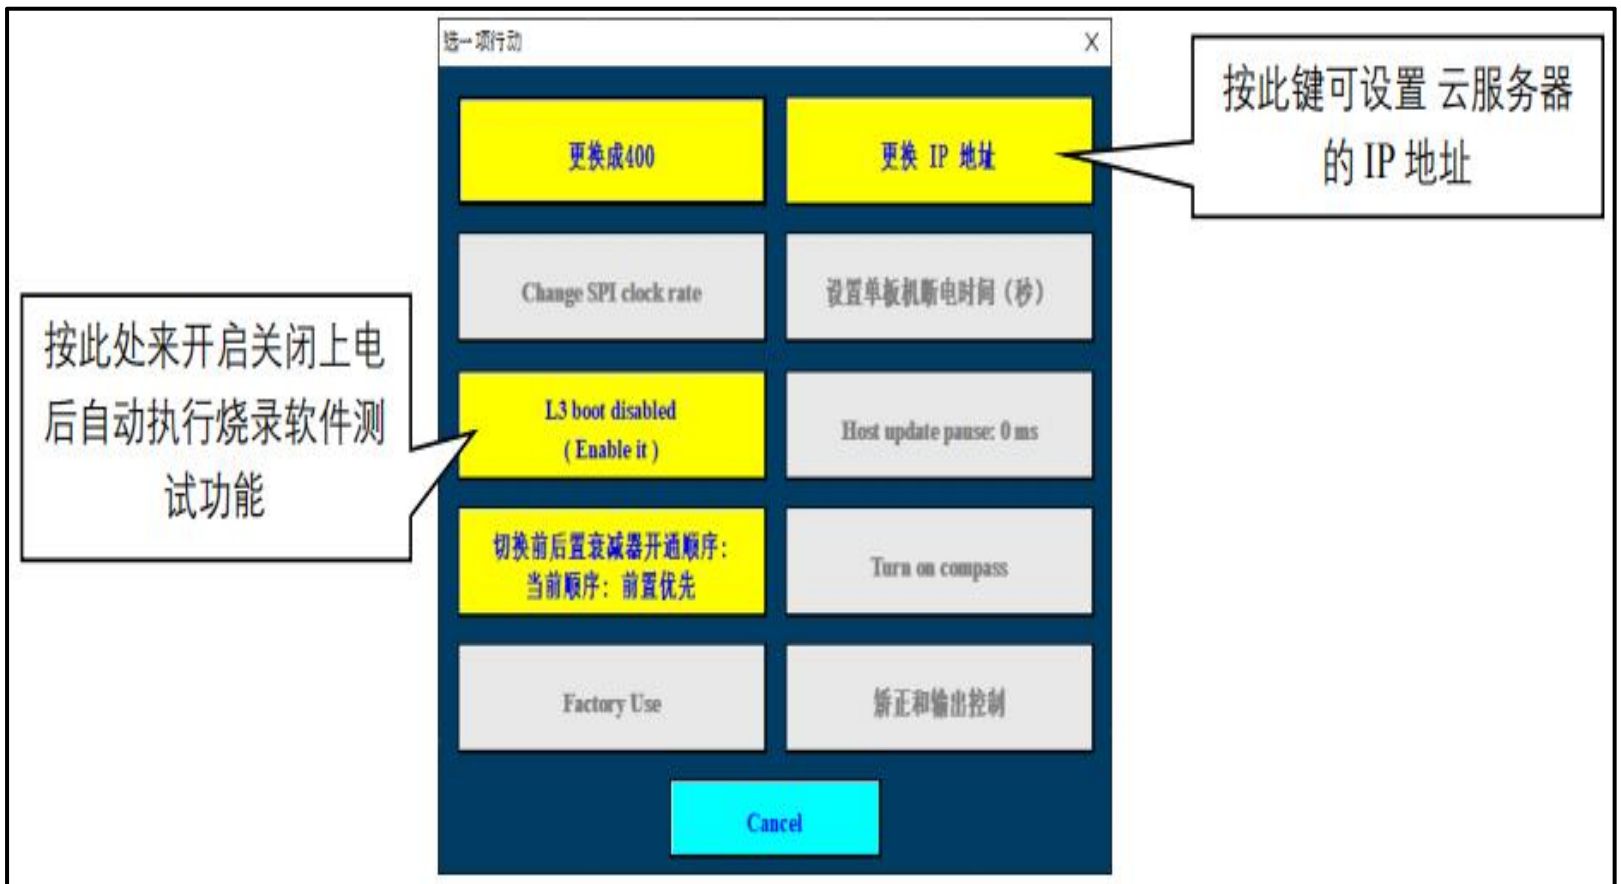
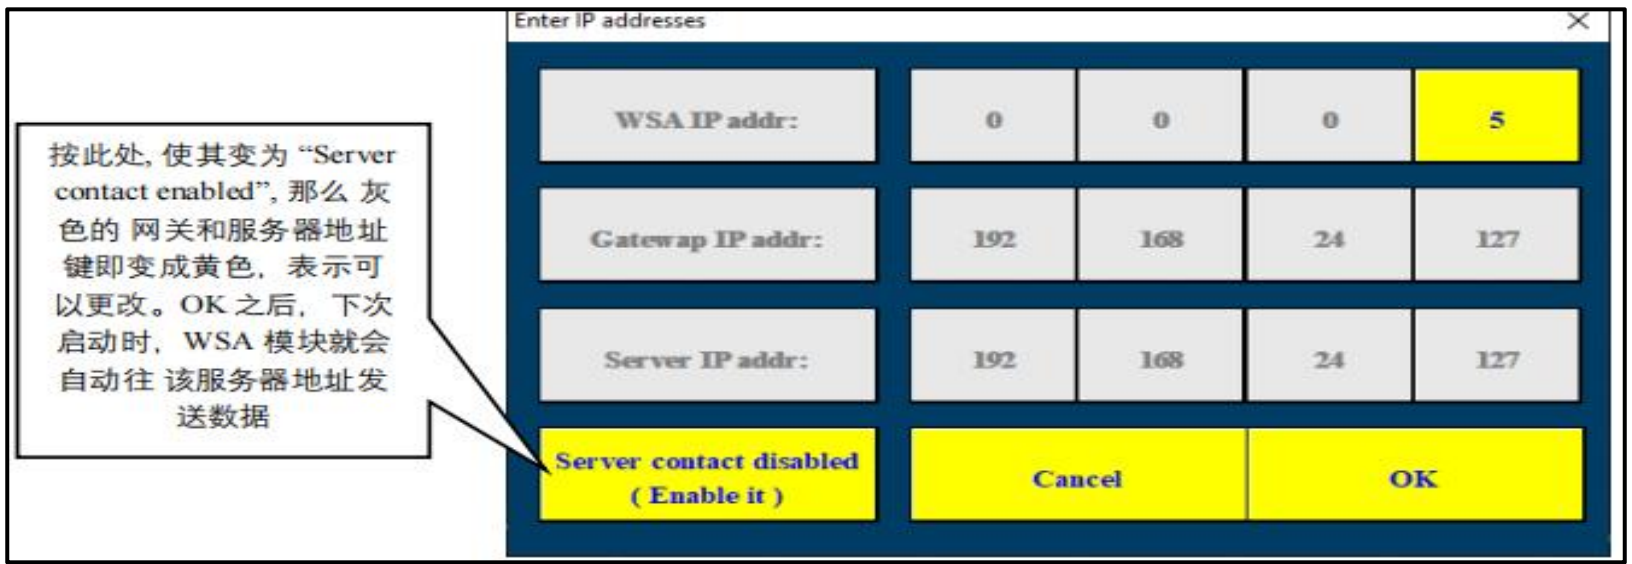

图 9 开启关闭 上电后 自动进入 频谱记录功能
图10 开启, 关闭, 设置云服务器 IP 地址
如果用户希望取消之前烧录的软件设置功能，可以按图 2 中左下方的“更多功能”，然后“更多内部功能”，就会看到图 9 中的选择，按“L3 boot...”。如果当前的烧录软件有效，该显示就是“L3 boot enabled (Disable it)”。按此键后，该关闭此功能。如果此功能是处于关闭状态，但含有有效的 频谱记录设置，那么显示就是“L3 boot disabled (Enable it)”。按此键就会重新开启该功能。
- 7、WSA-208 计划下发和数据回传:假设WSA-208上搭有回传模块即可下发测试计划，又可接收这些数据。在图 9 的菜单里，如果选择了“更换 IP 地址”，则会看到以下图 10 的菜单